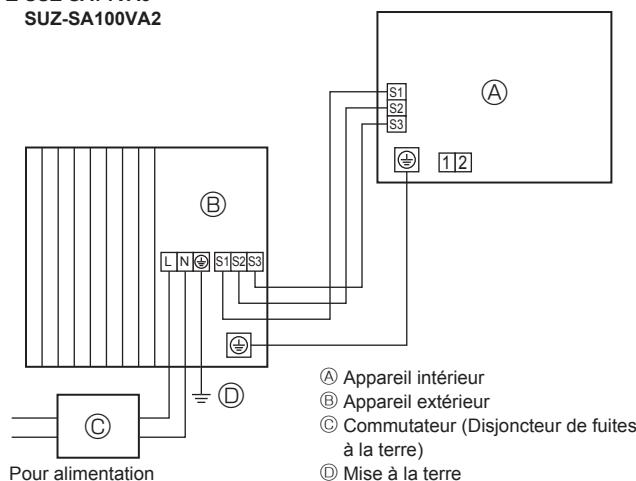
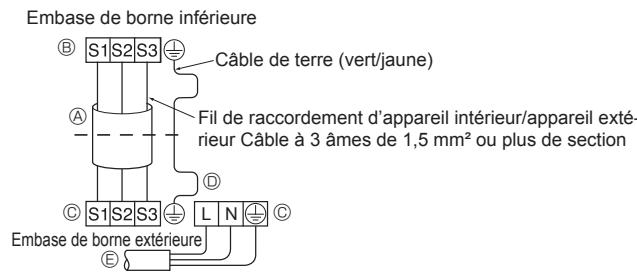
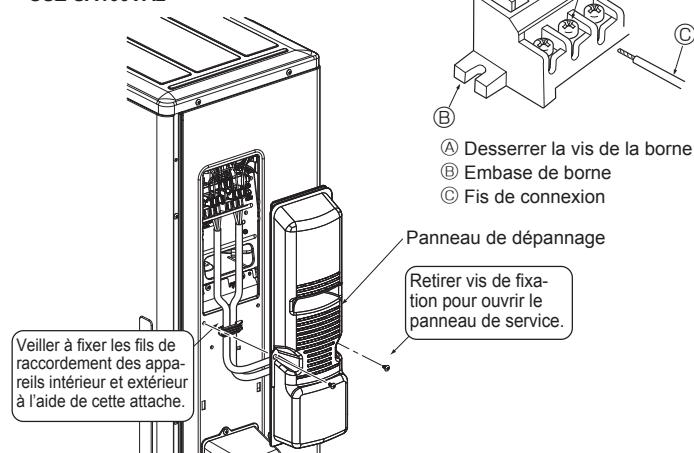

Fig. 5-1
Fig. 5-2
Fig. 5-3
5.1. Appareil extérieur (Fig. 5-1, Fig. 5-2, Fig. 5-3, Fig. 5-4)
- ① Déposez le panneau de service.
- ② Raccordez les câbles conformément aux Fig. 5-1, Fig. 5-2, Fig. 5-3 et Fig. 5-4.
- Effectuez le câblage selon le diagramme en bas et à gauche. (Veuillez vous procurer le câble localement) (Fig. 5-2)
- Faites attention de brancher les fils correctement. (Fig. 5-3)